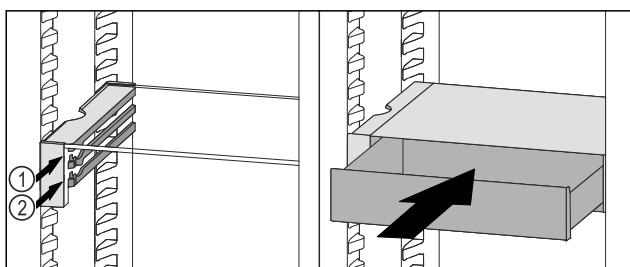

Fig. 124
- ▶ Nasadte zásuvku VarioSafe za zářezky na požadovaném žebro Fig. 124 (1) nebo Fig. 124 (2).